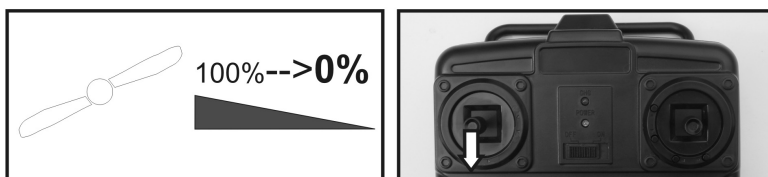

Figura 8
- Spingere lo stick di controllo del motore (figura 8) nella posizione più in basso (motore spento).
- Per i test successivi di funzionamento del timone di direzione e del timone di quota, accertarsi assolutamente che il motore sia spento. A questo scopo, spingere nuovamente lo stick di controllo del motore (figura 8) nella posizione più in basso (motore spento).